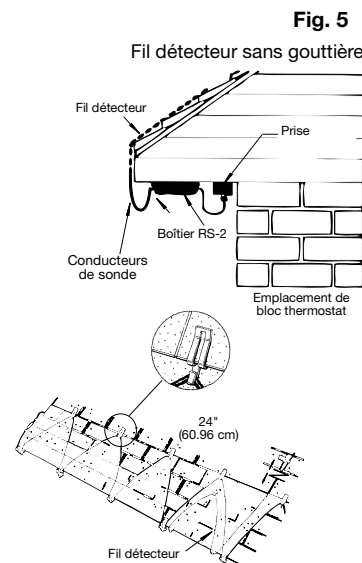

Fig. 5
8. Toit sans gouttière - Installer le fil de sonde le long du tissé triangulaire du câble chauffant tel qu'indiqué à la Fig. 5 et fixer Boîtier principale sous l'avant-toit, tel qu'illustré à la Fig. 5.